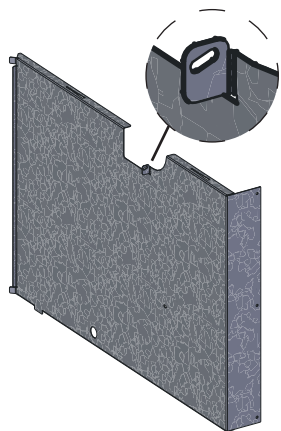

Fig. 100 Piastra di protezione dal contatto in basso
- ▶ Piegare la linguetta per il fissaggio della condotta cavi sotto la piastra di protezione dal contatto – Fig. 100.